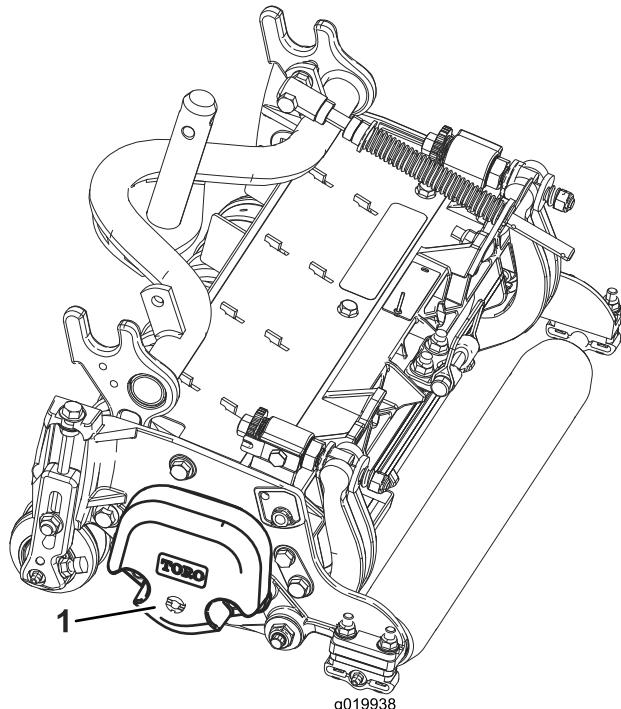

Figura 3
5. Il contrappeso (Figura 3) deve essere montato dal lato giusto dell'elemento di taglio, come descritto nel *Manuale dell'operatore degli elementi di taglio*.